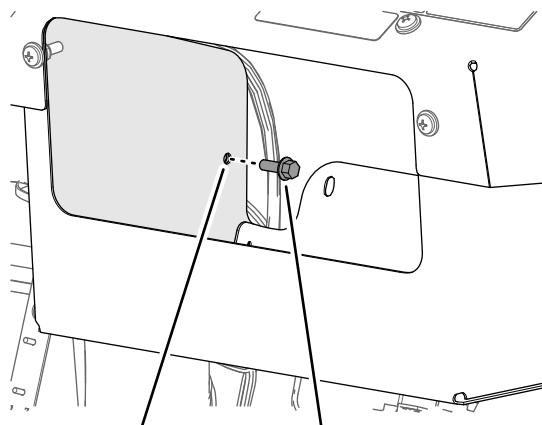

Figure 20
3. Depuis l'intérieur du bac de rangement, insérez un boulon à embase (1/4 x 3/4") dans le trou de la paroi intérieure du bac (Figure 20).